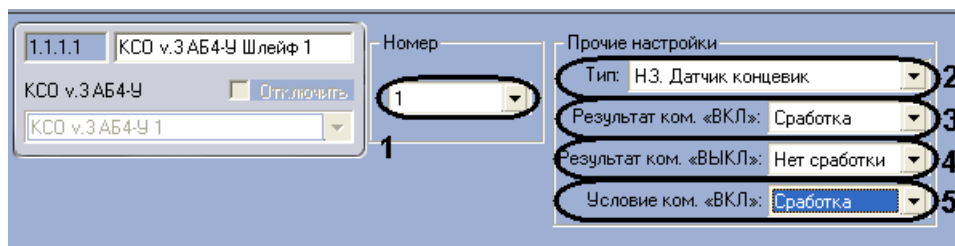

Рис. 3.2—10 Настройка шлейфов АБ4-У
1. Из списка **Номер** выбрать номер соответствующего выхода АБ4-У (Рис. 3.2—10, 1).
2. Выбрать тип шлейфа из соответствующего списка (см. Рис. 3.2—10, 2).
3. Из списка **Условие ком. ВКЛ** выбрать состояние шлейфа ,при котором исполнительное устройство будет включаться, АБ4-У будет переводиться в автоматический режим (см. Рис. 3.2—10, 3). Если выбрать состояние **Не используется**, то устройство будет включаться независимо от состояния шлейфа.
4. Из списка **Результат ком. ВКЛ** выбрать состояние, в которое должен перейти шлейф за время указанное в поле **Таймаут команды ВКЛ** в настройках АБ4-У после подачи команды на включение устройства, чтобы результат команды считался успешным (см. Рис. 3.2—10, 4). Если выбрать состояние **Не используется**, то результат подачи команды на включение исполнительного устройства будет считаться успешным независимо от состояния данного шлейфа.